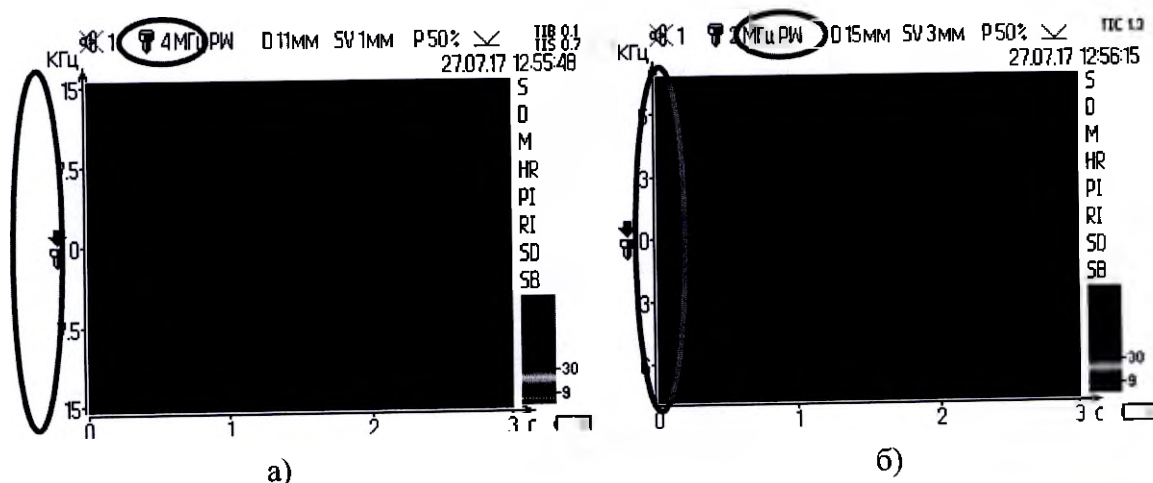

Рисунок 2.29 – Диапазоны шкал для датчиков 4,8,16 МГц (а) и датчика 2 МГц (б)
- для датчиков 4,8,16 МГц в PW/CW режимах составляет 30 кГц (рисунок 2.29.а);